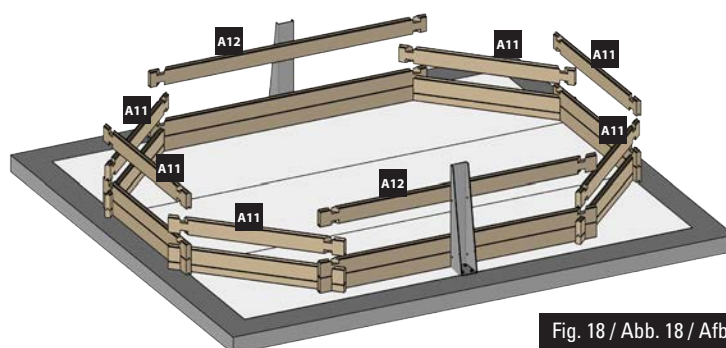

Fig. 18 / Abb. 18 / Afb. 18
**3rd LAYER OF BOARDS:** Install the third layer of boards as shown in figure 18. The position of the refilling fitting with the key and the skimmer should be defined at the start of the assembly (read the specific paragraphs).
**3ÈME RANGÉE MADRIERS :** Positionnez les madriers de la 3ème rangée conformément à la figure 18. Vous devez avoir déterminé l'emplacement de la buse de refoulement et du skimmer dès le début du montage (voir paragraphes spécifiques).
**3. BRETTERRIHE:** Platzieren Sie die Bretter der dritten Reihe laut Abb. 18. Zu Beginn der Montage müssen Sie die Lage des Druckventils und des Skimmers festlegen (lesen Sie hierzu die entsprechenden Abschnitte).
**3ª RIJ PLANKEN:** Plaats de planken van de derde rij zoals te zien is op afbeelding 18. U moet al bij aanvang van de montage bepalen op welke plaats het uitstroommondstuk en de skimmer moet komen (less de betreffende paragrafen).